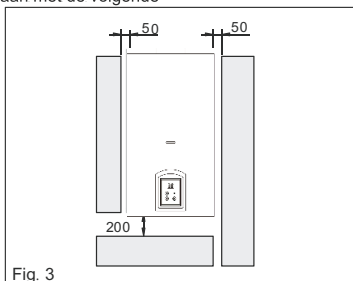

Fig. 3
- Het is van vitaal belang de minimale afstanden rond het apparaat vrij te houden zoals aangegeven in fig 3 om onderhoudswerkzaamheden te kunnen uitvoeren.